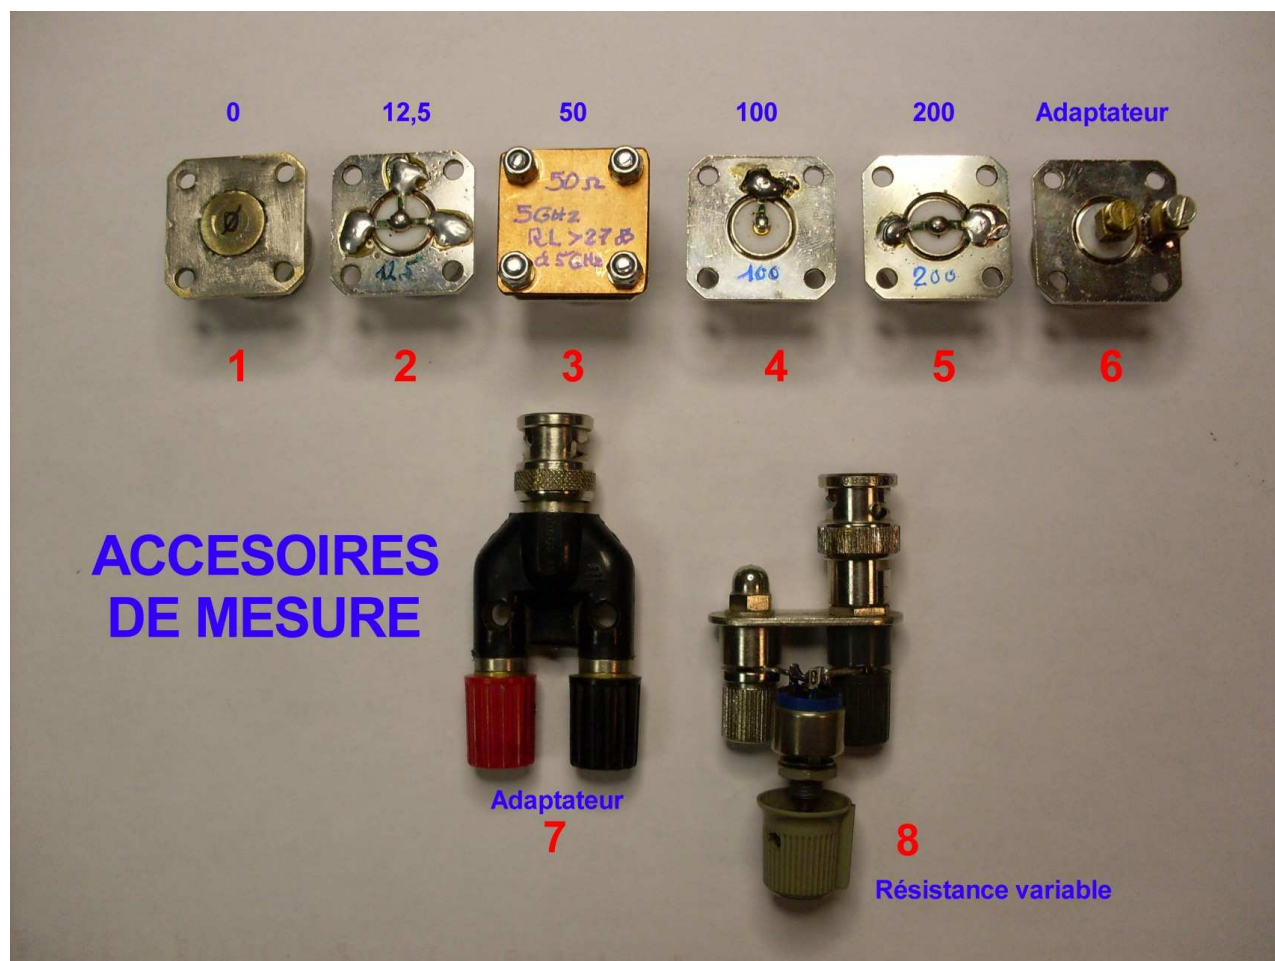

fig 1
L'appareil semble fonctionner normalement mais l'affichage de R est entaché d'un écart de +/- 6 à 8 Ohms sur l'ensemble des fréquences. Lié probablement au problème de connecteur N (269), ce problème est en général imputable à un condensateur CMS de découplage de 470pF (C80) défectueux au niveau du pont de mesure (voir fig 1).
2) Vous commandez qq diodes (*voir liste et caractéristiques*) et lors de la réception de celles-ci vous démontez votre MFJ (*voir méthode de démontage avec un mini de dégâts*), avec l'accès au circuit imprimé de pont de mesure, celles-ci sont reconnaissables du fait de leur position en périphérie du connecteur N (269) et de leur format CMS à trois contacts (*Voir fig 1*).
Exemple : pour une charge de **50 Ohms ***, prendre deux résistances de **100 Ohms** en parallèle de part et d'autre (voir **fig 1**), rangée du haut de gauche à droite, l'ensemble des charges et à l'extrêmes droite (**6**), un adaptateur pour tester les condensateurs, bobinages circuits oscillants etc....
Pour les condensateurs de faible valeur, de **1** à quelques **centaines de pF**, la méthode la plus précise consiste, après avoir choisi le mode "**Capacitance in pF**", de fixé l'adaptateur **6** de la fig 1 sur le connecteur de l'analyseur (sans le condensateur à tester), sélectionnez la fréquence la plus basse, l'affichage doit indiquer "**(Z > 650 pour le MFJ259) ou (Z >1500 pour le MFJ269)**".
Après avoir choisi le mode "Inductance in μH ", fixez l'adaptateur N°6 de la fig 1 sur le connecteur de l'analyseur, branchez la bobine, pour commencer, choisissez la fréquence la plus basse. Si l'affichage passe à "(Z >650)" pour MFJ259 ou "(Z >1500)" pour l'analyseur cela signifie que la valeur de la bobine est supérieure à la valeur maximum mesurable.
Pour cette mesure, il est préférable d'utiliser l'adaptateur N°6 (voir fig 1 de la Suite 3) afin de limiter au maximum les capacités parasites et longueurs de connexions.